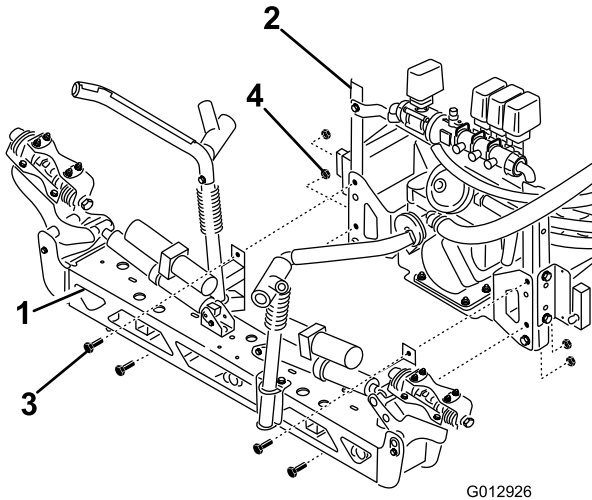

図 29
3. ブームフレームマウントのところで、中央ブーム・アセンブリをスプレーシステム・アセンブリに図 29のように取り付ける；ボルト4本(1/2 x 1-1/4 インチ)とロックナット4個(1/2 インチ)を使用する。